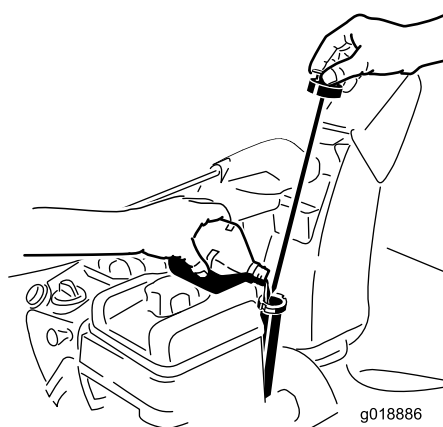

Figure 14
1. Retirez la jauge et versez de l'huile **lentement** dans le goulot de remplissage pour faire monter le niveau de liquide jusqu'au repère du plein (Full) sur la jauge. **Ne remplissez pas excessivement**(Figure 14).